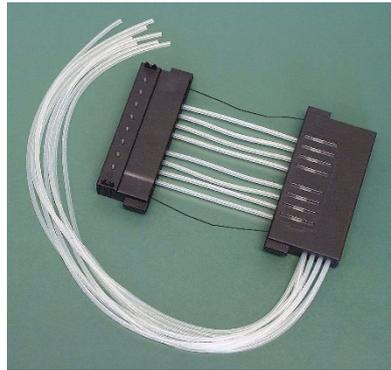

Abbildung 5-54. Dispensierkassette vorkalibriert
18. Wenn alle Schlauchbefestigungen ungefähr auf die Mitte des Sichtstreifen eingestellt sind, schließen Sie die Abdeckung der Kalibrierschraube (Abbildung 5-54).